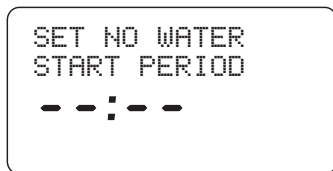

Figura 20:
2. Premere una sola volta il tasto RAIN DELAY (Ritardo pioggia) [Vedere la Figura 20]